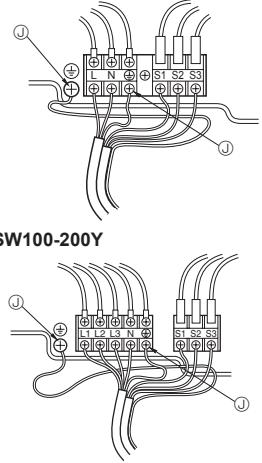

Fig. 7-2
7.1. Utomhusenhet (Fig. 7-1, Fig. 7-2)